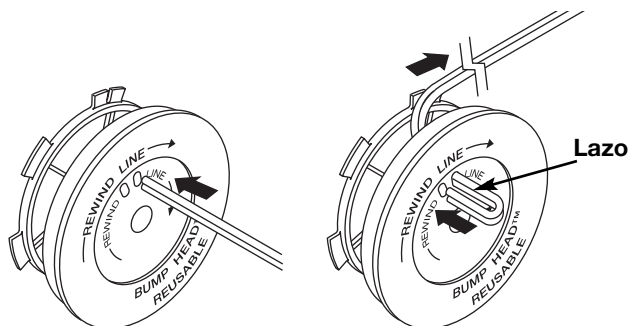

Fig. 19
- Tome aproximadamente 2,5 m (8 pies) de nueva línea de corte. Inserte un extremo de la línea a través de uno de los orificios del carrete interior (Fig. 19). Pase la línea a través del carrete interior hasta que queden sólo 4 pulgadas fuera.
- Inserte el extremo de la línea en el orificio abierto del carrete interior y tire de la línea en forma ajustada a fin de que el lazo sea lo más pequeño posible (Fig. 19).